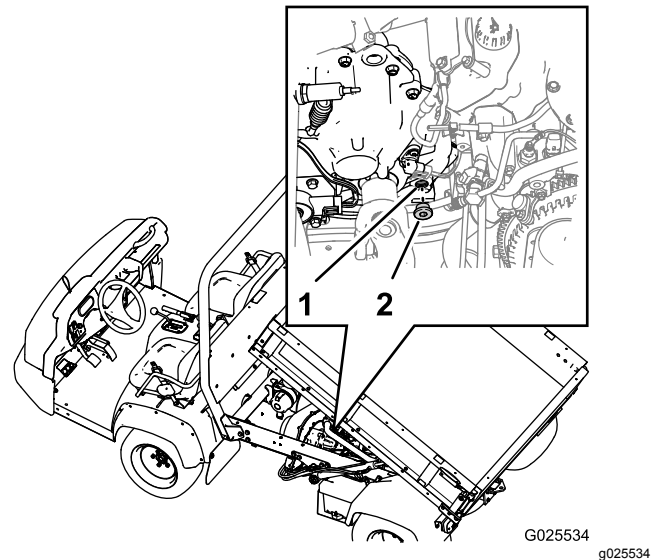

Figura 57
1. Localice el tapón de llenado en la parte más baja en la parte interior de la parte trasera de la transmisión (Figura 57).
3. Gire el tapón en sentido antihorario y retire el tapón del orificio de llenado de la transmisión (Figura 57).
4. Si el nivel del fluido hidráulico de la transmisión es bajo, añada fluido para transmisiones del tipo especificado a la transmisión por el orificio de llenado hasta que el nivel de fluido esté enrasado con el borde inferior de la rosca del orificio (Figura 57).
6. Instale el tapón de llenado en la transmisión, y apriételo a mano (Figura 57).